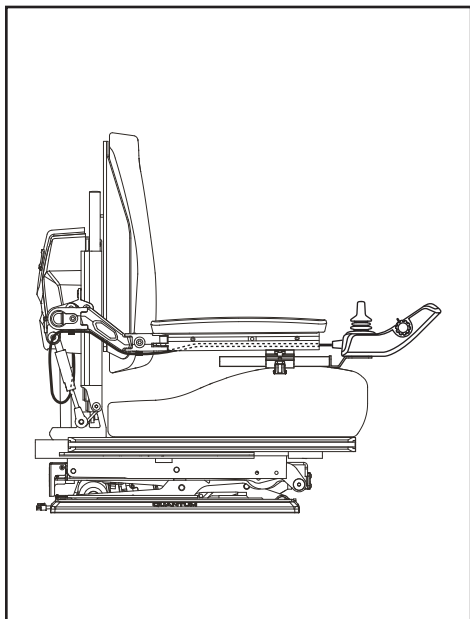

Figure 6. Câble sécurisé sur un TRU-Balance® 3
4. Installez le contrôleur et passez le câble vers l'arrière de la base motorisée. **Voir la figure 6 ou 7.**